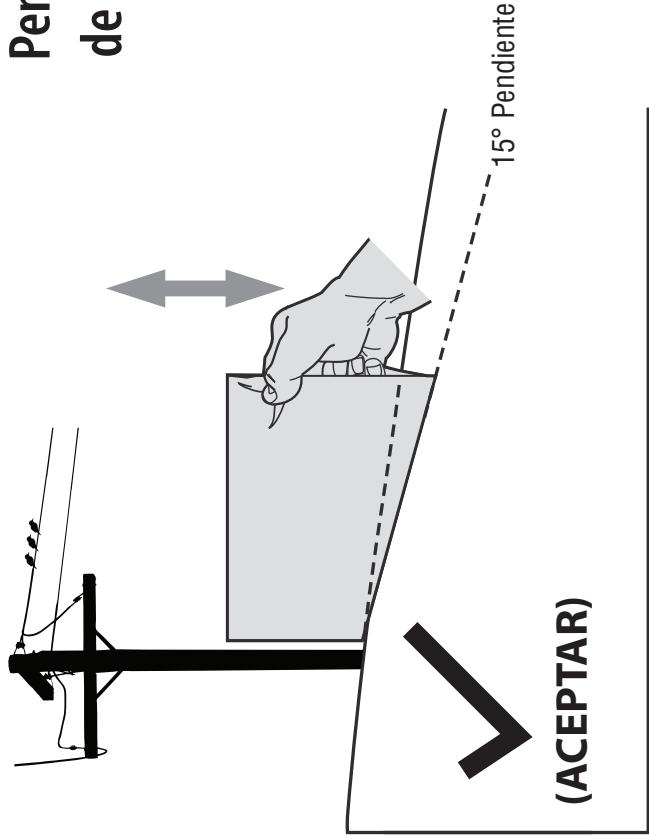
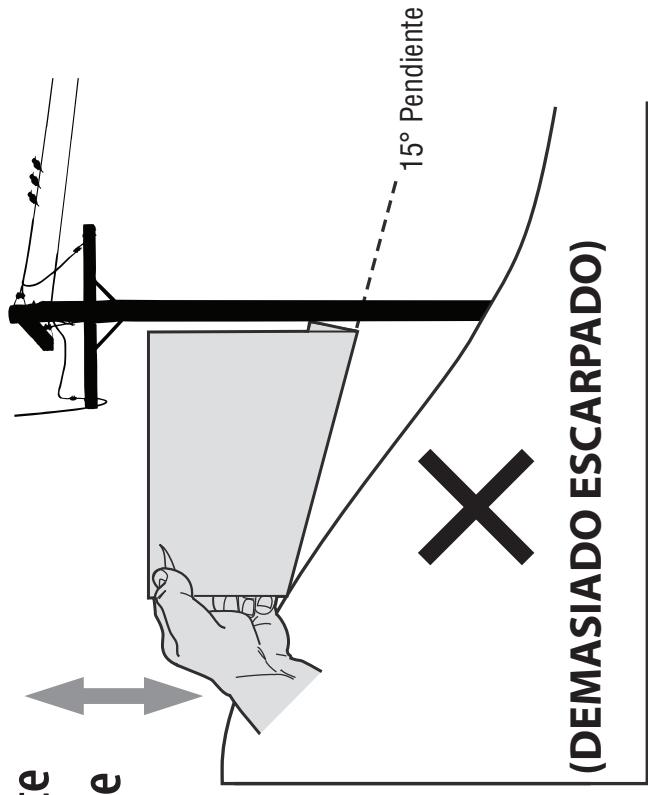

Figura 1
Figura 2
3. Alinee cada lado de pendiente de calibre con el objeto vertical (consultar Figura 1 and Figura 2).
4. Ajuste el pendiente de calibre arriba o hacia abajo hasta los toques esquina izquierda el pendiente (consultar Figura 1 and Figura 2).
5. Si hay un espacio por debajo de la pendiente de calibre, el pendiente es demasiado escarpado para operación segura (consultar Figura 2 above).